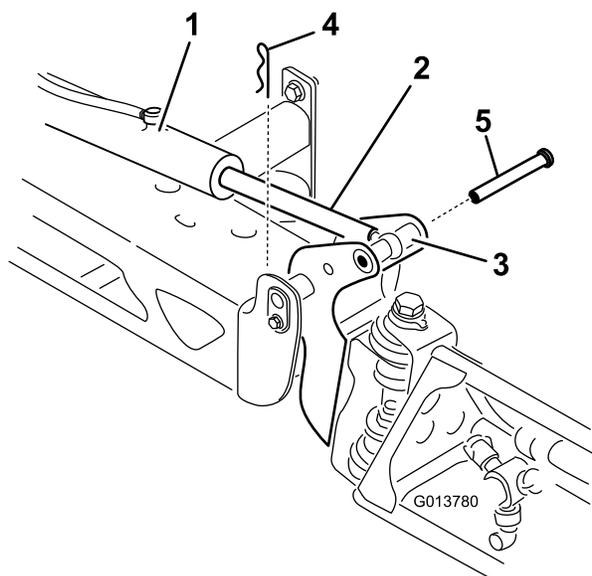

Figura 65
2. Retire o gancho do passador de forquilha (Figura 65).
3. Eleve a secção, retire o passador de forquilha e lentamente baixe a secção para o solo (Figura 65).
7. Enquanto sustenta a secção de pulverização, insira o passador de forquilha através tanto da articulação da rampa como da barra do acionador (Figura 65).